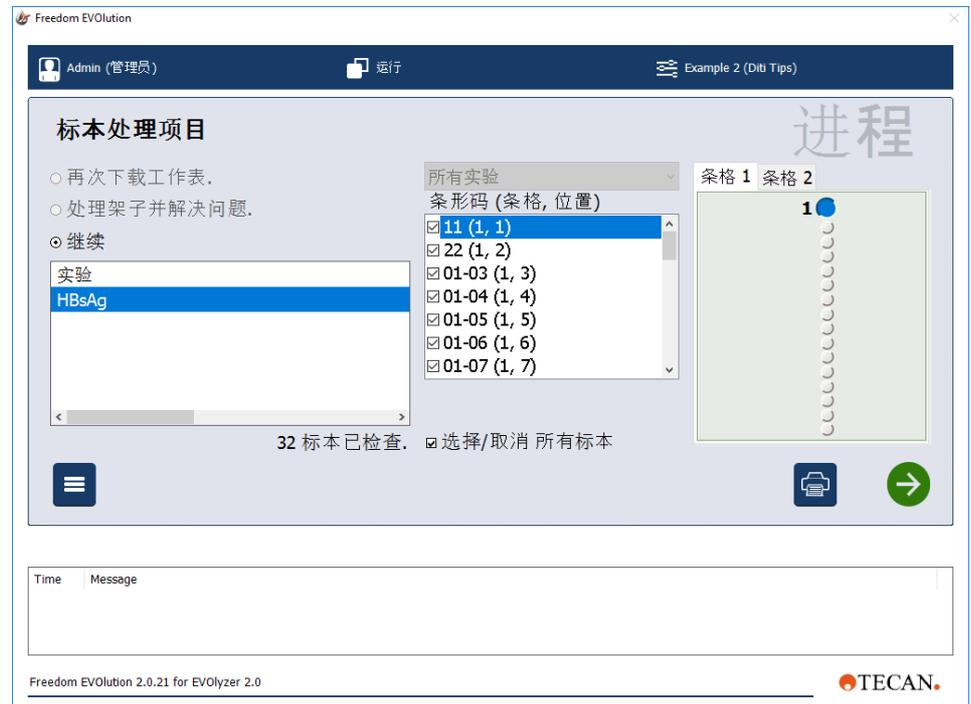
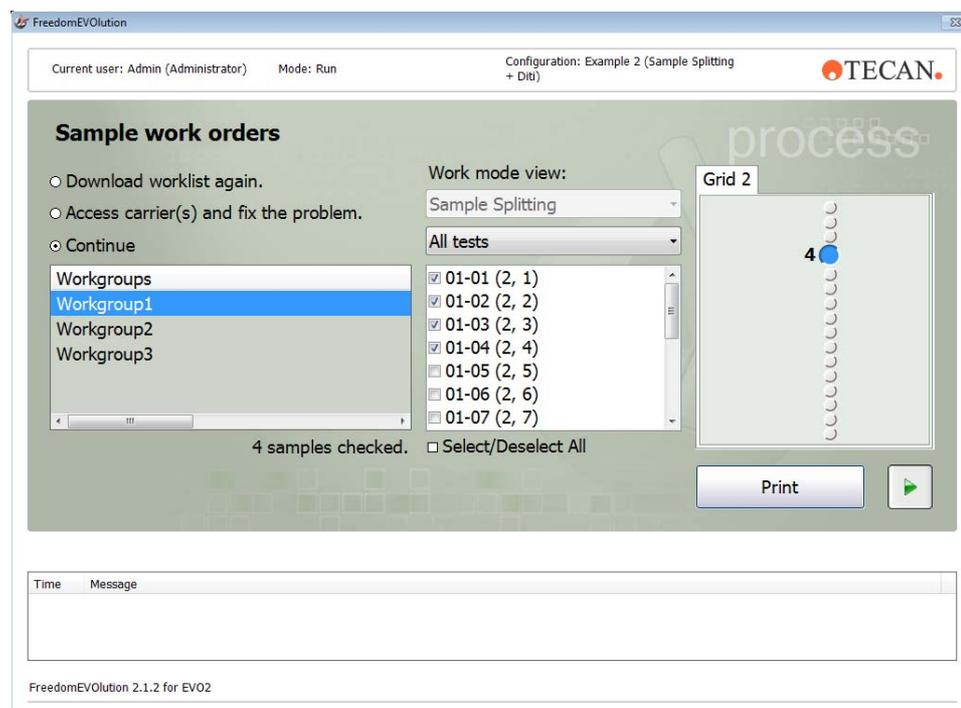
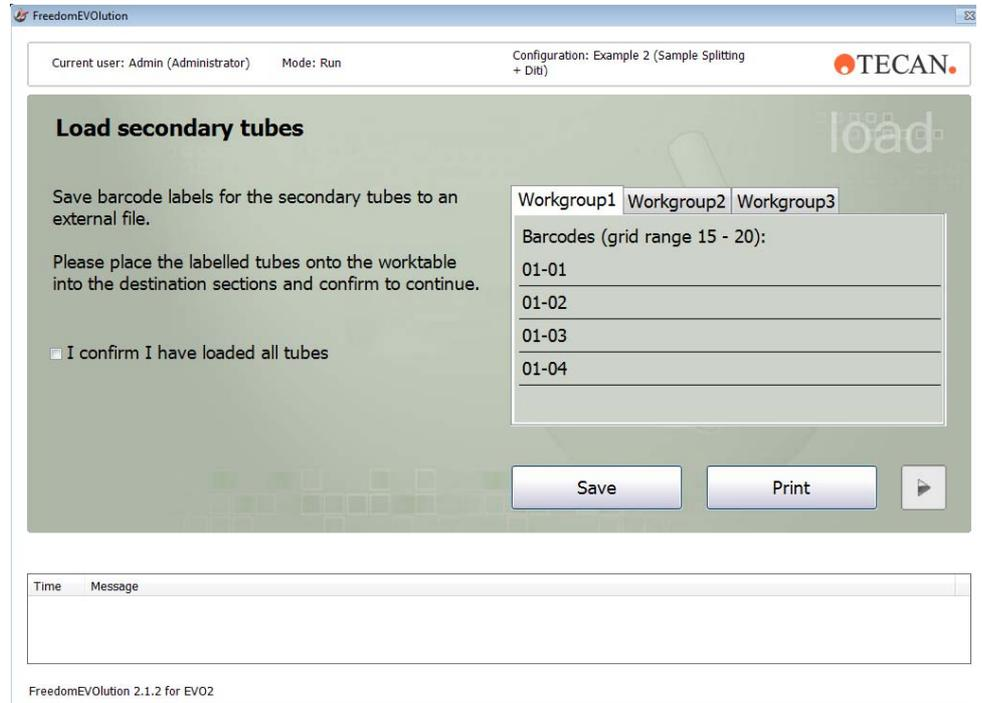

图 4-20 标本工作指令对话框，标准
图 4-21 标本工作指令对话框，标本分割
图 4-22 装载二次试管对话框
- ◆ **处理架子并解决问题：**当这个选项按钮被激活，您单击 **Next**（下一步）按钮，状态灯开始闪烁红色，同时声音警报响起，显示 **Access worktable**（访问工作台）对话框（见图 4-19, 图 4-20）。
工作模式视图可以在 **Workmode view**（工作模式视图）下拉列表图 4-20, 图 4-21、图 4-21, 图 4-22 中修改。
注：页面 **Load secondary tubes**（装载二次试管）仅显示在 **Scan and Load**（扫描并装载）模式图 4-22, 图 4-23 中。